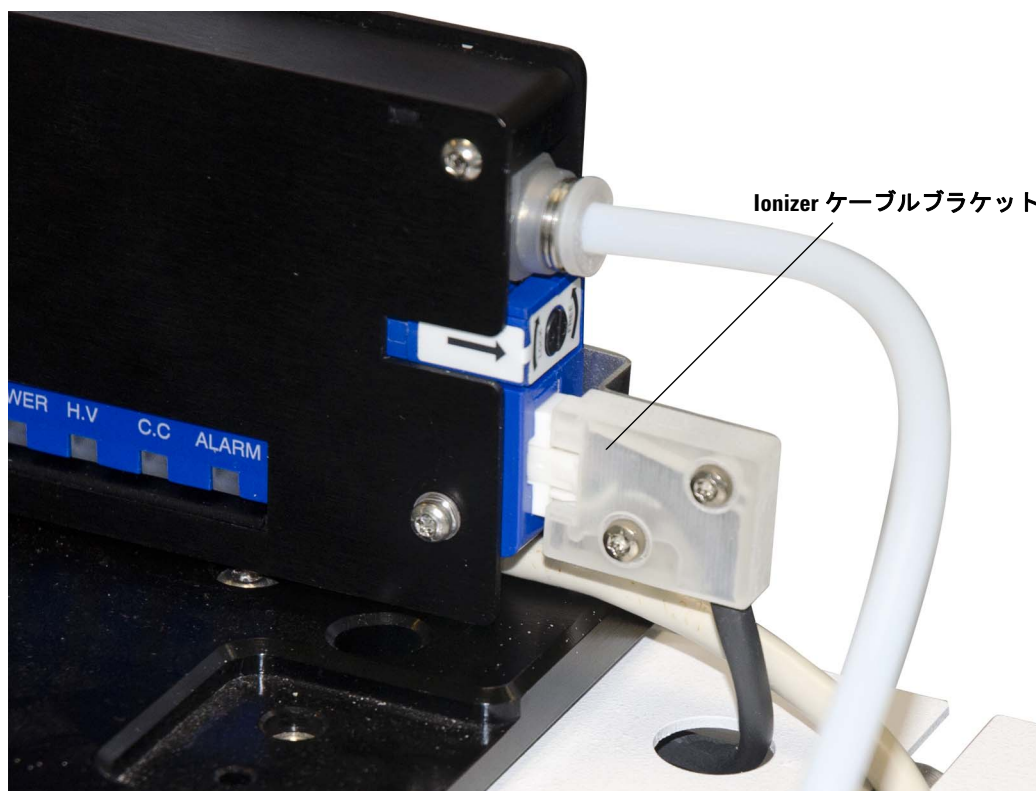

図 61 取り付けられた Ionizer ケーブルブラケット
- 2 個のネジを使用して図 61 に示すようにケーブルブラケットを取り付けます。ネジを締める前に、ケーブルがブラケットをきちんと通過していることを確認します。